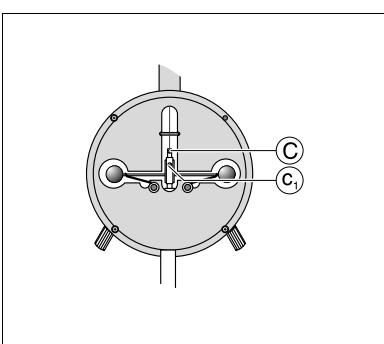
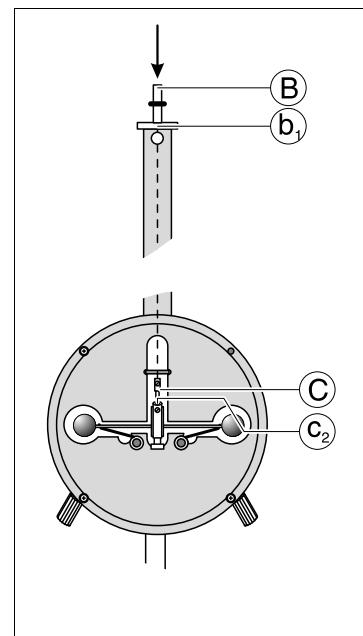

Fig. 8.7
Fig. 8.6
- Tout en agissant avec grande précaution, sortir de son enveloppe protectrice le ruban de torsion très sensible et l'enfiler dans la balance jusqu'à ce que l'embout (C) pende de 1 mm à 2 mm au-dessus du perçage (c2); fixer ensuite le support du pendule (B) en resserrant la vis (b1) (Fig. 8.6).
- Attendre que le ruban de torsion s'immobilise et si nécessaire, le positionner à l'aide des vis calantes du pied de façon à ce que l'embout (C) pende bien à la verticale au-dessus du perçage (c2).
- A nouveau tenir le porte-ruban (B) et, la vis (b1) étant desserrée,
- Retirar con sumo cuidado el arreglo de su envoltura protectora, prestando atención a que la delicada cinta de torsión no toque la pared. La cinta se enhebra en la balanza hasta que la pieza terminal (C) cuelgue aprox. 1 ó 2 mm sobre la perforación (c2). Luego, fijar el soporte del péndulo (B) apretando el tornillo (b1) (Fig. 8.6).
- Esperar hasta que la cinta de torsión esté en reposo y en caso necesario se deberá colocar la cinta de torsión sobre los tornillos de nivelación de la base de soporte, de tal modo que la pieza terminal (C) cuelgue verticalmente sobre la perforación (c2).
le faire descendre de quelques mm, sans le torsader, jusqu'à ce que la partie usinée de l'embout (C) glisse entièrement dans le perçage (c1); ne relâcher alors le porte-ruban que lorsque la vis sans tête est bien resserrée (b1) (Fig. 8.7) et qu'il est donc bien fixé; fixer ensuite l'embout (C) à l'aide de la vis (c1).
- Fijar nuevamente el soporte de la cinta (B) y con el tornillo (b1) flojo, bajar unos mm sin torcerlo, hasta que la parte torneada de la pieza terminal (C) pase completamente por la perforación (c1). Soltar el soporte de la cinta sólo cuando ésta haya sido fijado cuidadosamente apretando el tornillo prisionero (b1) (Fig. 8.7). Luego, fijar la pieza terminal (C) con el tornillo (c1)